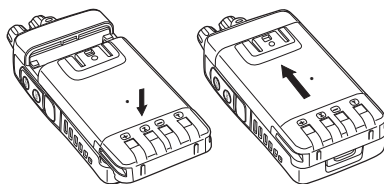

Abb. 1
1. Akku auf der Rückseite ansetzen und nach oben schieben, bis er verriegelt ist (Abb. 1).